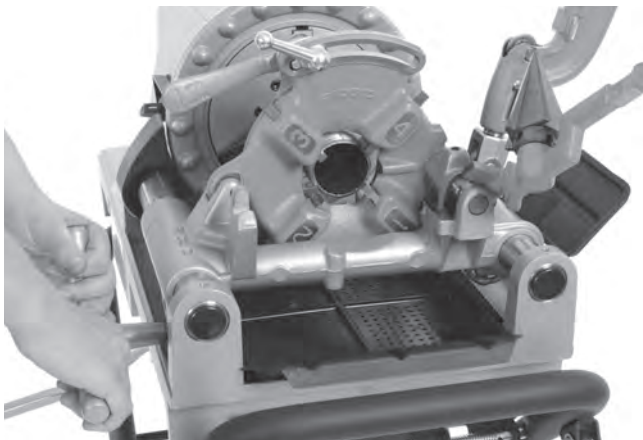

图 24 - 管道套丝 (所示为 811-A 快开牙模头)
7. 转动托架手轮，将牙模头移到管道末端 (图 24)。轻压手轮，使牙模头对管道开始作业。牙模头开始对管道套丝后，托架手轮便无需再用力。
11. 转动托架手轮，将牙模头移到超出管道末端的位置 (图 24)。抬起牙模头，远离操作员。